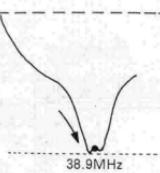

图20
- ⑨调节T703,使波形的峰值点在 38.9 MHz 处,如图20所示。